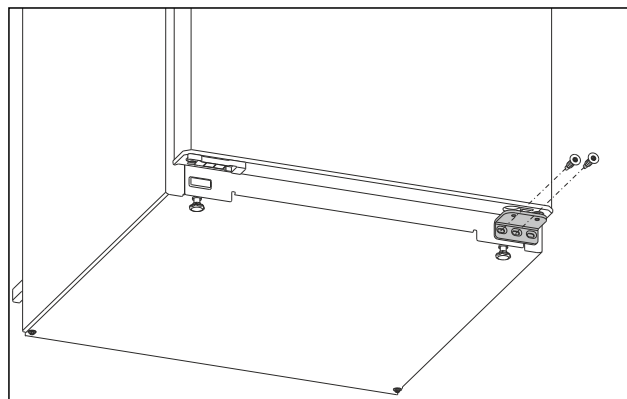

Fig. 4
- ▶ Svitare la vite centrale sulla staffa di supporto inferiore con un cacciavite Torx 20. Fig. 4 ()
- ▶ Svitare la vite interna sulla staffa di supporto inferiore con un cacciavite Torx 20. Fig. 4 ()